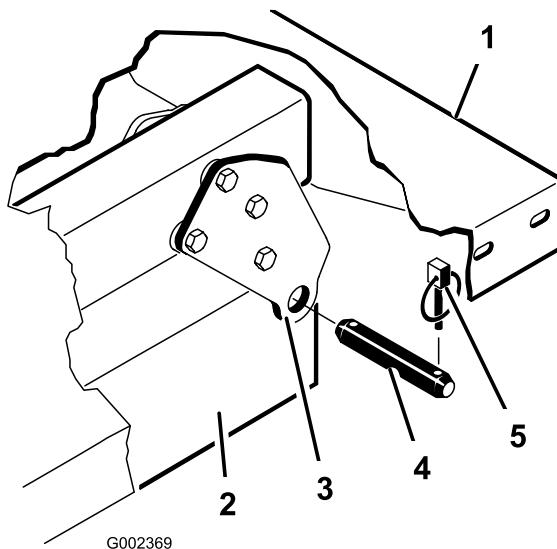

Figure 34
**Remarque:** Vérifiez que les plaques de pivot arrière sont boulonnées au cadre/profilé de la machine de sorte que l'extrémité inférieure soit inclinée vers l'arrière (Figure 34).